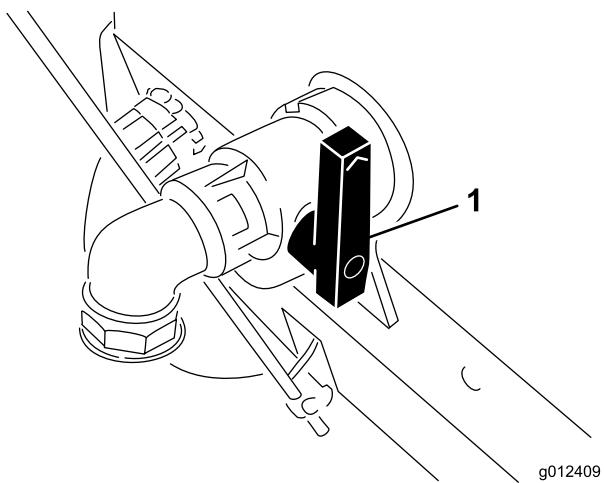

図 31
- ペイント・タンクのドレン・バルブを開く (図 31)。バルブの開きを大きくするほど流れ出るペイントの量が多くなる。